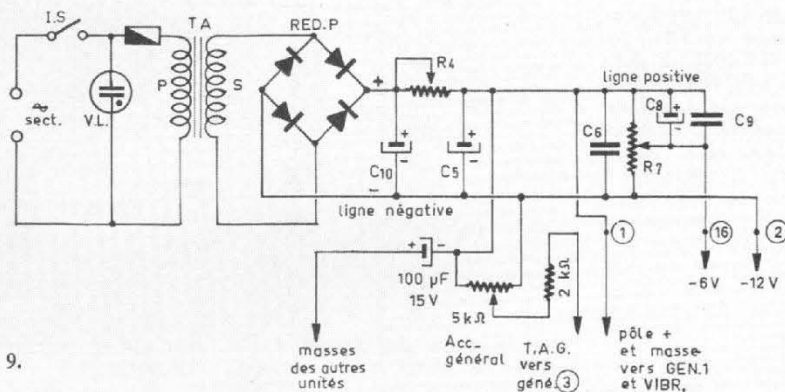

Fig. 9.
Elle a comme source primaire le secteur et fournit une basse tension en continu de 12 V et une de 6 V. Le schéma de cette unité est donné par la figure 9 et présente quelques particularités. On voit
nies par les diviseurs du même ensemble après ajustage des résistances (29). Sur un autre ensemble, on accordera, par exemple, sur **DO** dièse indice 4, etc., puis sur un troisième, sur **RE 4** et ainsi de suite. Une fois ces douze accords faits, il y aura toujours une stabilité parfaite entre toutes les notes de l'orgue et s'il y avait une dérive quelconque due à l'alimentation ou si l'on était obligé d'accorder l'orgue sur un instrument existant non accordable (piano, instrument à vent par exemple), il suffirait d'agir sur le réglage « Accord général » à potentiomètre de 5 kΩ (Fig. 9 schéma de l'alimentation).
Remarquons que l'oscillateur à multivibrateur est alimenté du côté négatif par la ligne - 12 V et du côté positif par la ligne positive + 12 V (point (1) de l'alimentation Fig. 9).
Considérons le point (3) destiné au vibrato mentionné plus haut. Ce point reçoit également une tension continue par l'intermédiaire du potentiomètre général d'accord (voir Fig. 9 point (3)).